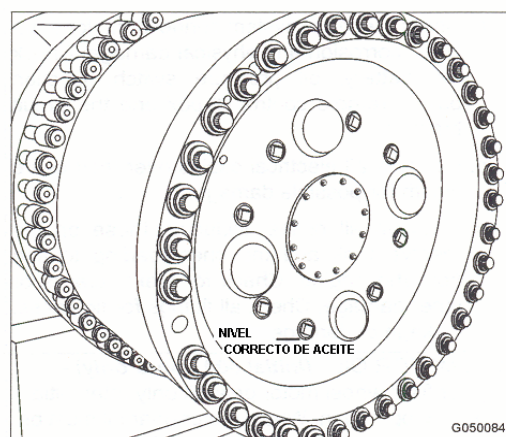

FIGURA 2-8
10. RUEDAS MOTORIZADAS - Revise que el nivel de aceite sea el correcto. Gire un tapón magnético a la posición de las 6 horas y saque el tapón. El nivel de aceite debe estar a nivel con el fondo de la abertura del tapón. Inspeccione los tapones magnéticos por si hubiera material ferroso. Dé servicio al motor de la rueda cuando sea necesario. Consulte la Figura 2-8.